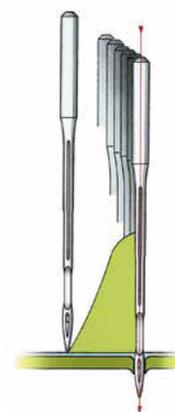

Fig. 4
2. O formato especial das agulhas para pregar botões reduz a resistência à penetração em até 43%. A agulha sofre uma carga menor e o material de costura e a máquina são poupados (fig. 4 e 5)